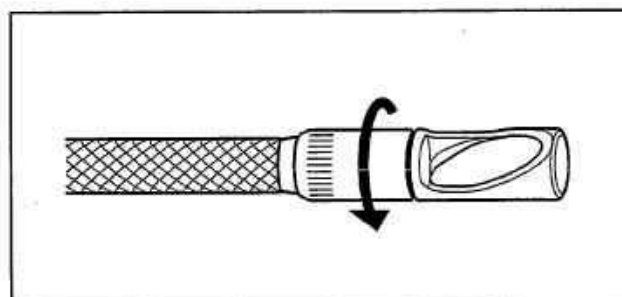

図 3.17
- スコープ本体に対して軽く押し込みながら側視ミラーアダプターのナットを時計回りに回して第2ねじ部を接続ねじ部に取り付けます。ナットは確実に止まるまで締め付けます (図 3.17 参照)。
2. LCD 角度調節がスムーズに変化するか点検します (図 3.17 参照)。